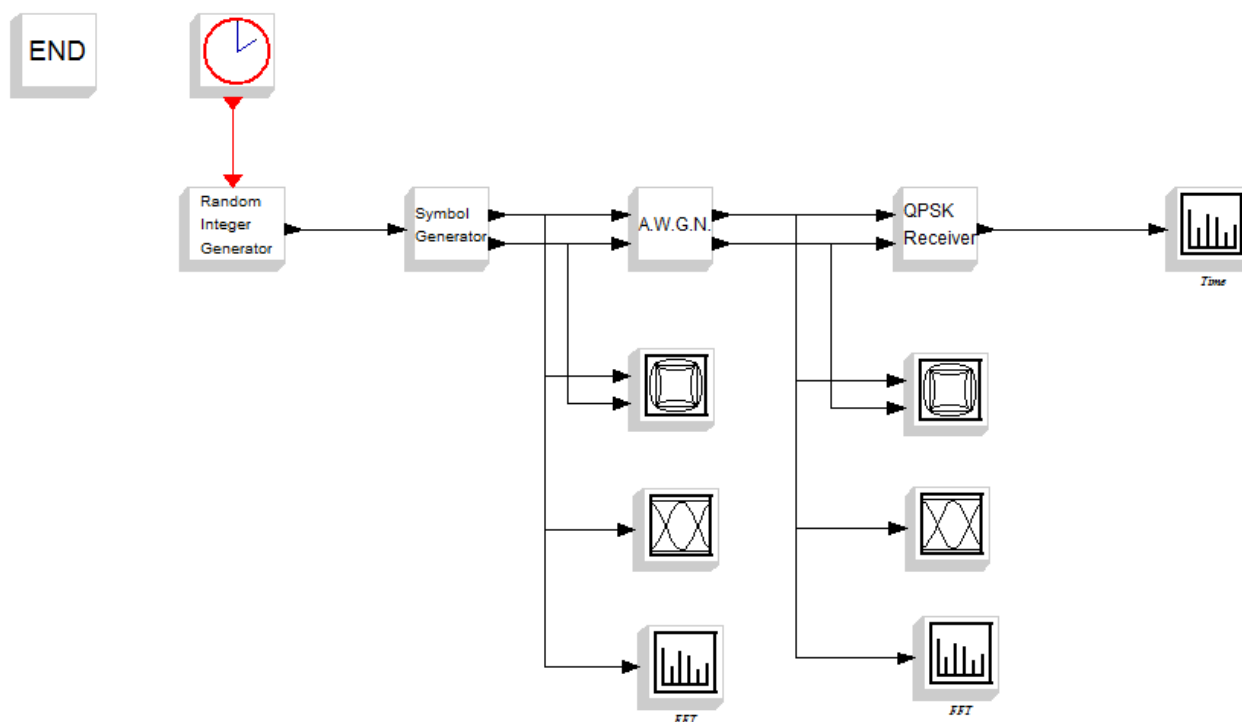

Рисунок 3.17 – Схема модулятора-демодулятора
4. Собрать схему (рисунок 3.17). Обеспечить вывод результатов регистрирующими устройствами.